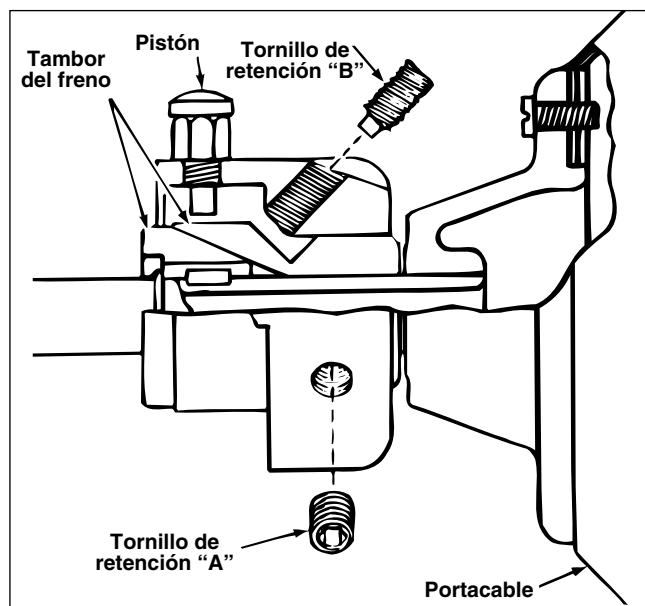

Figura 9 – Adaptador para el cable
4. Afloje levemente los dos tornillos de retención "A" empleando la llave hexagonal de 5/16 pulgada (Figura 9).
5. Gire el tornillo de retención "B" hacia la derecha en un cuarto de vuelta (Figura 9).